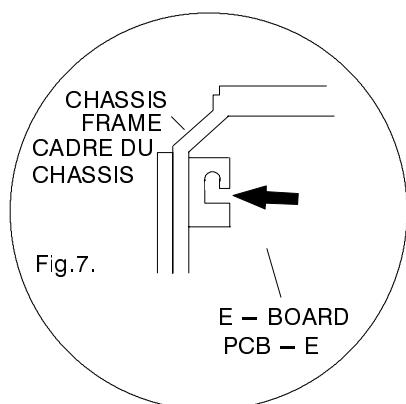

Fig.7.
4. Clip the chassis frame onto the screw in the rib of the cabinet, shown in Fig.7/8.
4. Fixer le cadre du châssis sur la vis; voir Fig.7/8